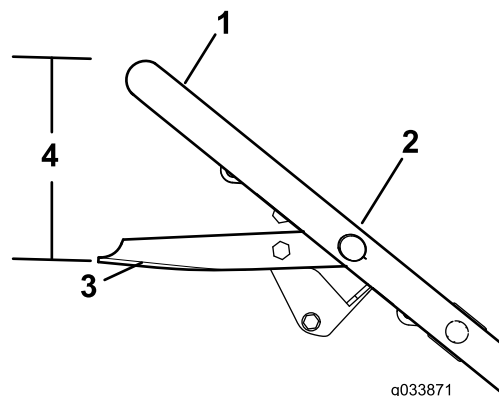

Figura 26
8. Con il dito, spalmate l'olio sulla guarnizione del nuovo filtro (Figura 26).